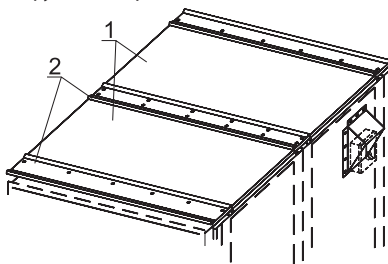

Рисунок 3
Перемычки (2) нужно выставить симметрично между боксами, совместив соответствующие отверстия в них с отверстиями в полотне (1) (листы металла) и закрепить болтами М6 с шайбой (рис.3).